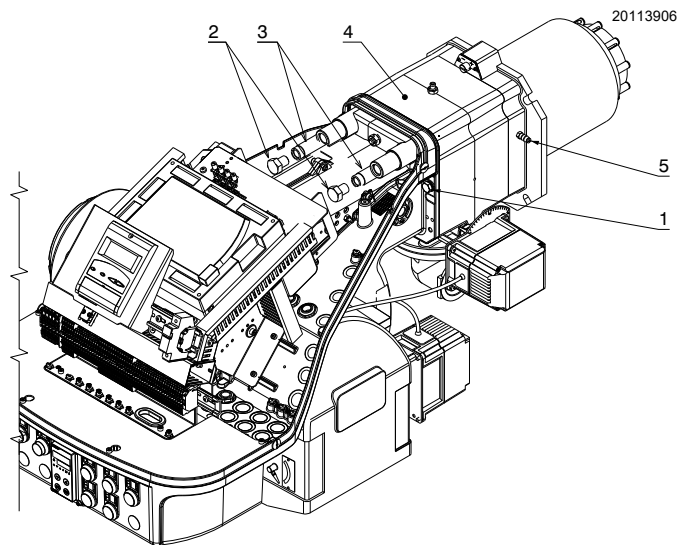

Abb. 21
- fügen Sie das Kabel des Fühlers und das der Elektrode ein und lassen Sie dann den Brenner bis zur Muffe gleiten, bis er sich in der in der Abb. 21 dargestellten Position befindet;